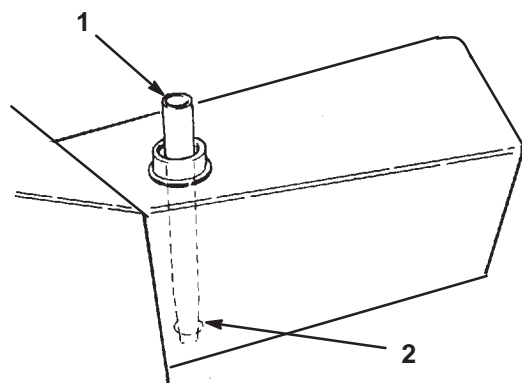

図 50
2. フィルタのみの交換であれば、キャップをはずし、タンク・プラグ (図 50) を差し込む。これにより、交換作業中にタンクからオイルが抜けないようになる。